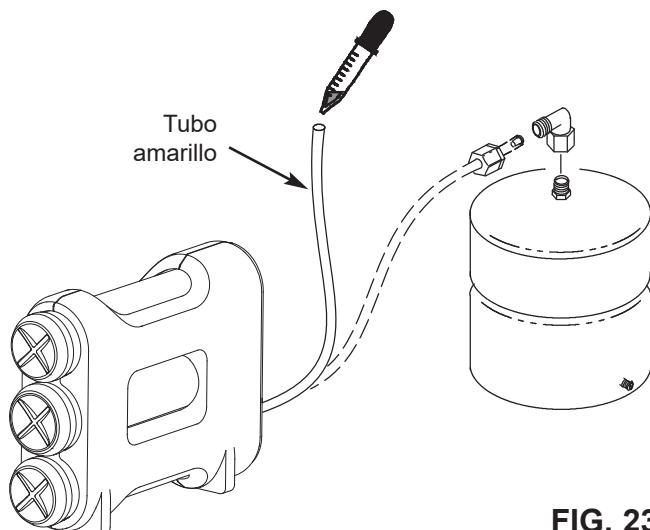

FIG. 23
Para desinfectar el sistema, siga los pasos a continuación: Vea la Fig. 23.
4. Agregue 3 ml de cloro en el extremo abierto del tubo amarillo. Manipule el cloro según las recomendaciones del fabricante. Vea la Fig. 23.